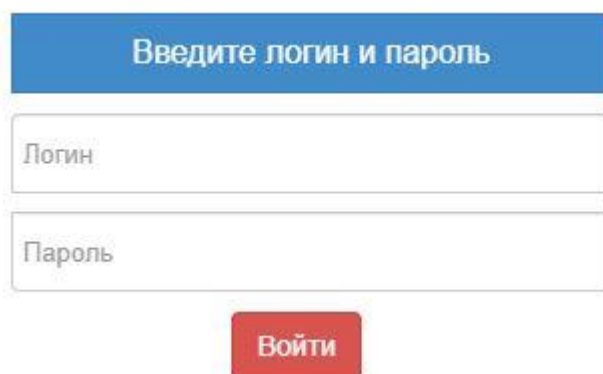

Рисунок 4
3.2.6.1 Включить тумблеры «Сеть» и АКБ на задней стенке прибора. Светодиоды «Сеть» и «АКБ» на передней панели должны загореться зеленым цветом. Начнется загрузка рабочей программы, которая займет не более 2-х минут. По окончании загрузки на ЖК-дисплее появится предложение ввести логин и пароль для входа в систему (рисунок 4):